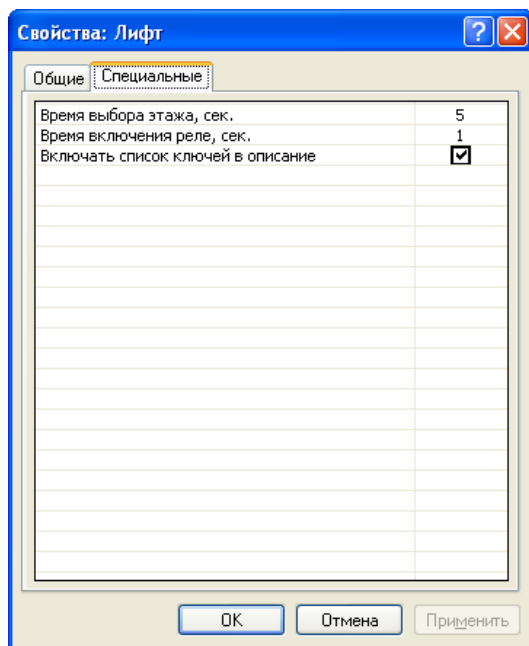

Рисунок 13
- Установите общие и специальные свойства контроллера (Рисунок 13), описание специальных свойств приведено в Таблице 4.